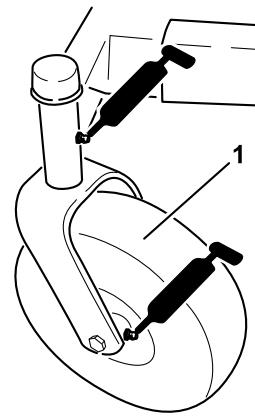
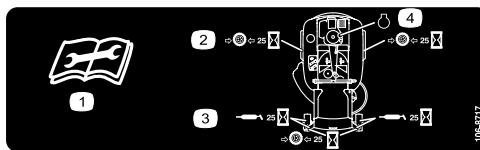

Figure 22
Figure 23
3. Nettoyez les graisseurs (Figure 22 et Figure 23) à l'aide d'un chiffon. Grattez la peinture qui pourrait se trouver sur les graisseurs.
4. Raccordez une pompe à graisse à chaque graisseur (Figure 22 et Figure 23). Injectez de la graisse dans les graisseurs jusqu'à ce qu'elle commence à sortir des roulements.